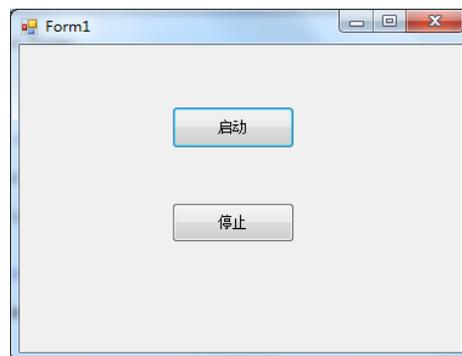

图 5.16 程序运行界面
7) 设定控制器链接号为 3，如图 5.16 所示，双击窗口控件，在 `Form1_Load` 事件中添加代码 `LTDMC.dmc_board_init_eth()`；双击属性窗口中 `FormClosed`，在 `Form1_FormClosed` 事件中添加代码 `LTDMC.dmc_board_close()`；双击“启动”按钮，在 `Start_Click` 事件中添加代码如下：